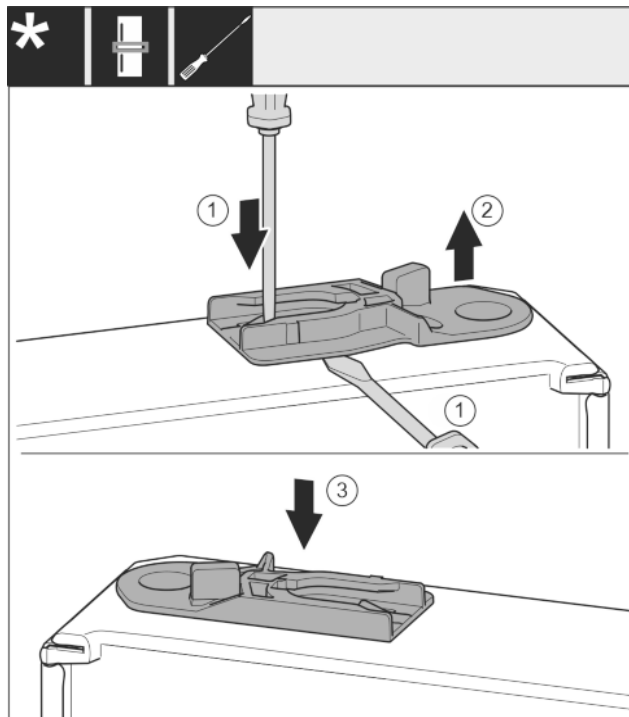

Fig. 29
- Estrarre la boccola di guida: premere la linguetta con il cacciavite a testa a intaglio e contemporaneamente spingerla con un cacciavite sotto la boccola di guida. Fig. 29 (1, 2)
- Inserire sull'altro lato dell'apparecchiatura la boccola di guida fornita in dotazione. Fig. 29 (3)